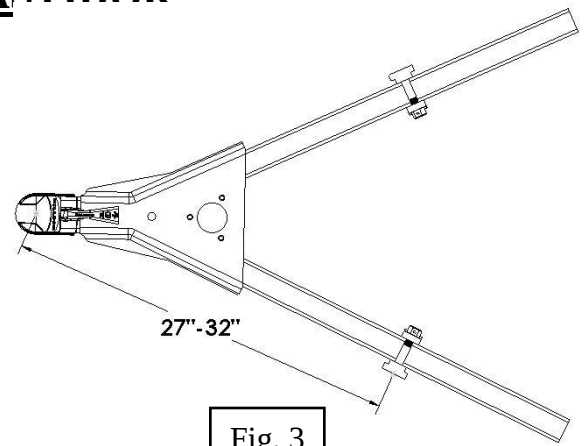
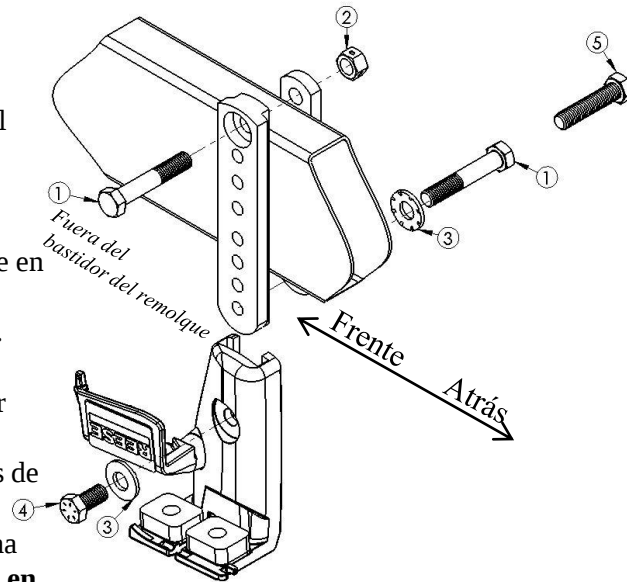

Fig. 3
Fig. 4
1. Use la cinta métrica para localizar un punto 27-32" a lo largo del bastidor tipo A desde el centro del acoplador. Marque esta ubicación con un lápiz en ambos lados del bastidor tipo A (Ver Fig. 3)
2. Inserte un perno de 5/8" de 3-1/2" (1) a través del orificio grande en la **barra T** y en el único orificio en la **barra de sujeción**.
3. Asegure con una tuerca de bloqueo de 5/8" (2) y apriete a mano.
4. Deslice la **barra en T** y la **barra de sujeción** sobre el bastidor donde se colocó la marca en el paso 1. La **barra en T** debe estar ubicada en el exterior del bastidor tipo A con el orificio grande hacia afuera (ver Fig. 4). Permita 1" de distancia en ambos lados de la **barra en T**.
5. Inserte un segundo perno de 5/8" desde el interior a través de una arandela cónica y la **barra de fijación** y enrósquelo en la **barra en T**. Use los orificios más altos no obstruidos por la parte inferior del bastidor (Ver Fig. 4).